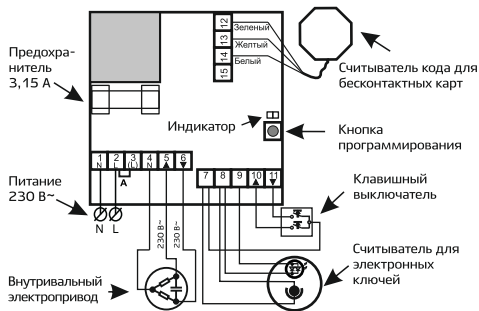

Рис. 1 — Подключение LOGO 8213
**Роллетный режим (заводская установка).** Применяется для управления электроприводами роллет, рулонных штор, маркиз. Длительность команды может устанавливаться до 180 с. Заводская настройка — 120 с (см. рис. 1).